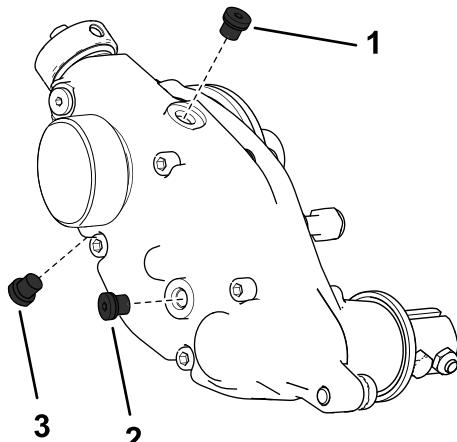

図 28
- ハウジングの下にあるドレンプラグを抜く図28。
- ハウジングの側面にあるオイル補給プラグと上部にある通気プラグを抜いてオイルを抜けやすくする図28。